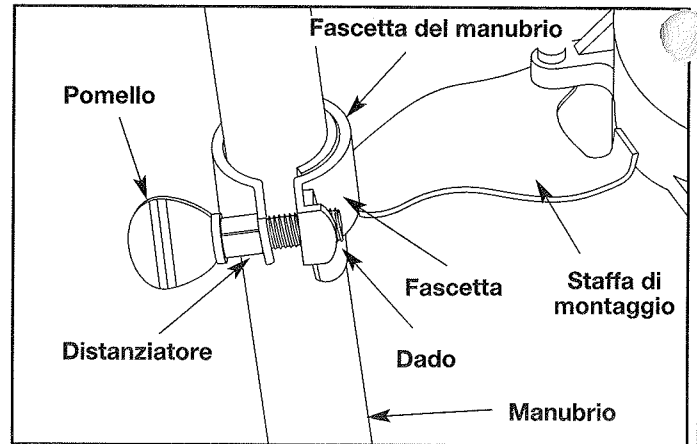

Fig. 6
5. Far scorrere le due fascette in giù, sulle staffe di montaggio (fig. 6).